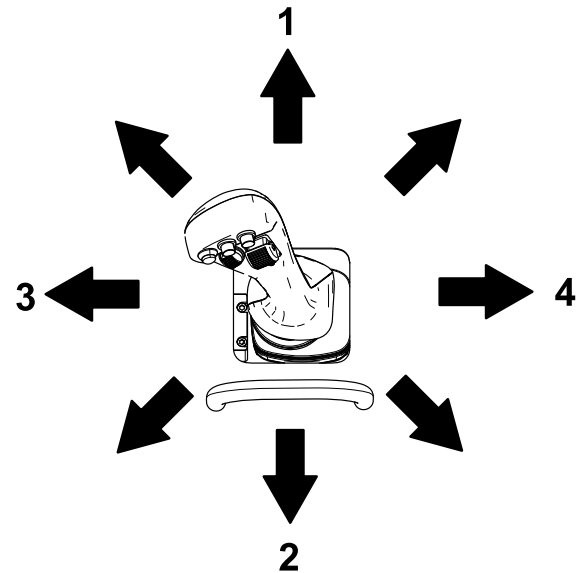

Figure 18
- Pour incliner l'accessoire en avant, déplacez lentement le levier vers la droite (Figure 18).
- Pour incliner l'accessoire en arrière, déplacez lentement le levier vers la gauche (Figure 18).
- Pour abaisser les bras de la chargeuse, poussez lentement le levier en avant (Figure 18).
- Pour élever les bras de la chargeuse, tirez lentement le levier en arrière (Figure 18).